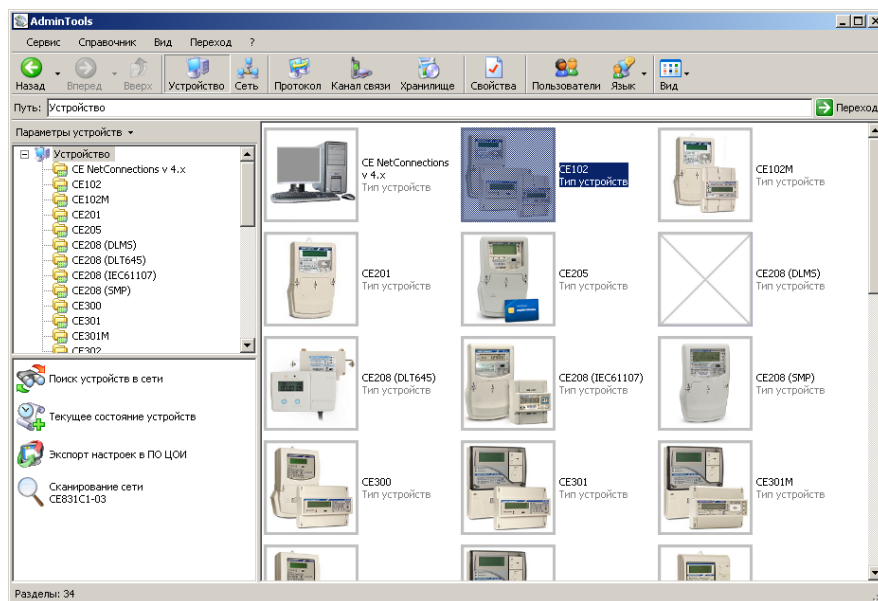
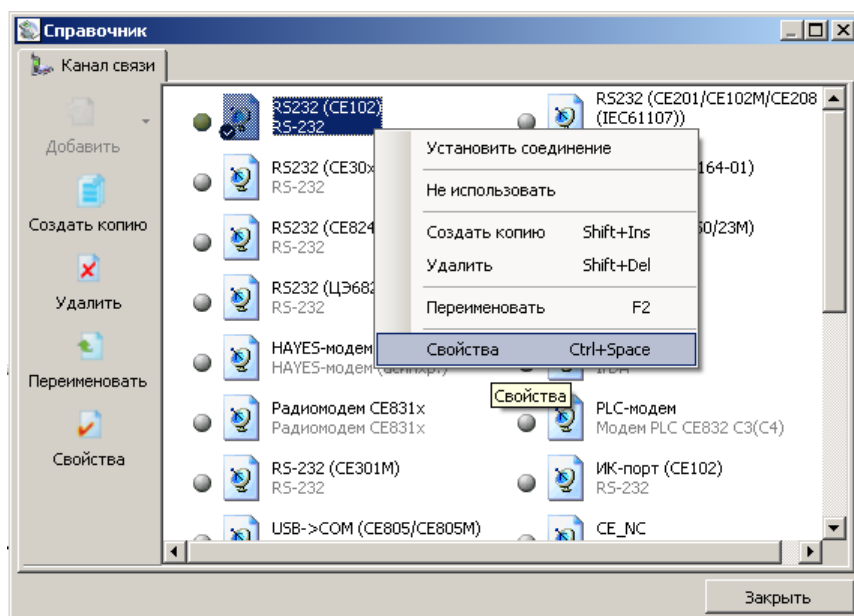

Рисунок 21 – Вид окна программы для выбора типа счётчика
Рисунок 23 – Окно справочника канала связи
5.2.2 Нажать на панели инструментов кнопку «Канал связи» (или через меню «Справочник → Канал связи» (см. Рисунок 21)). В результате откроется окно «Справочник», которое показано см.рисунок 23.
5.2.4 Для канала связи «EIA-485» установить параметры порта связи (см. рисунок 23):